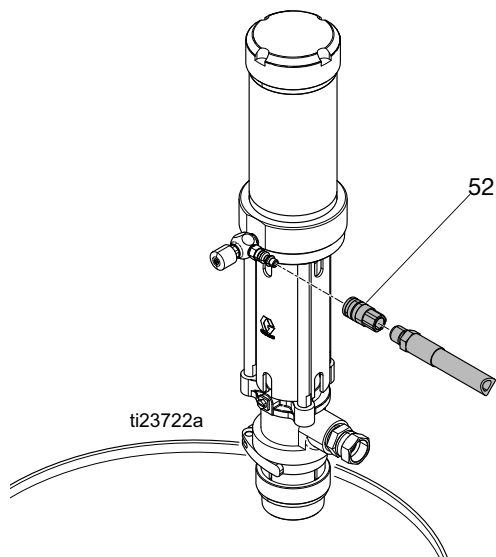

FIG. 8
- Instale la línea de aire (diámetro interior mínimo de 76 mm (3/8 pulg.)) con el acoplador de aire de desconexión rápida (52) facilitado. Consulte la FIG. 8.